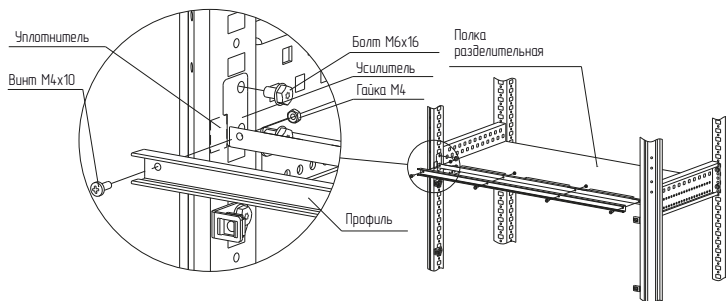
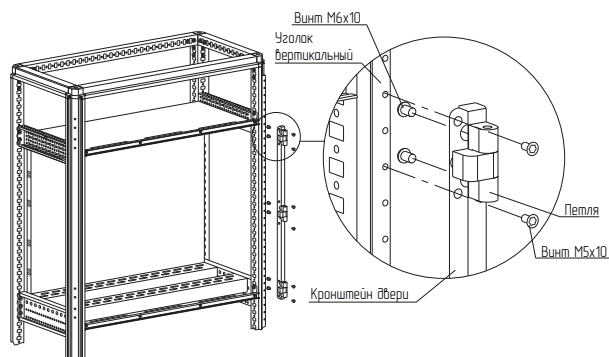

Рисунок 1
Рисунок 2
4.1.2 Установить усилитель между стойками каркаса (рисунок 2) и закрепить болтами самонарезающими М6×16, момент затяжки – 7 Н·м. При установке совместно с полкой раздельной, усилитель надеть на переднюю часть полки. Наклеить уплотнитель (рисунок 1) и прикрепить профиль к усилителю комплектом винтов М4×10 и гаек М4 с моментом затяжки – 1,5 Н·м.
4.1.3 Закрепить петли на кронштейне двери винтами М6×10. Момент затяжки – 7 Н·м (рисунок 2).